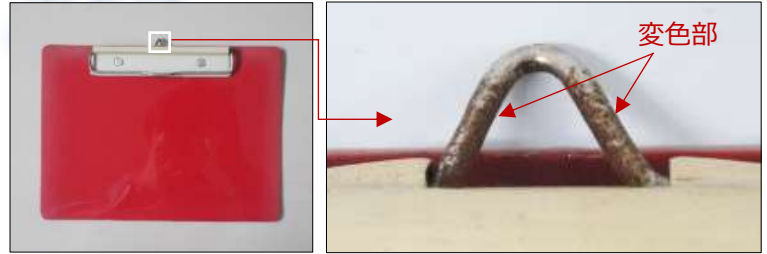

Fig.1 クリップボード金属部外観
■ 長年使用したクリップボードの金属部に赤茶色の変色が見られます(Fig.1)。このような金属の**変色原因**で、真っ先に疑われるのは**腐食**です。右図に示したような、日常よくみられる金属の腐食による変色を、観察、分析しました。